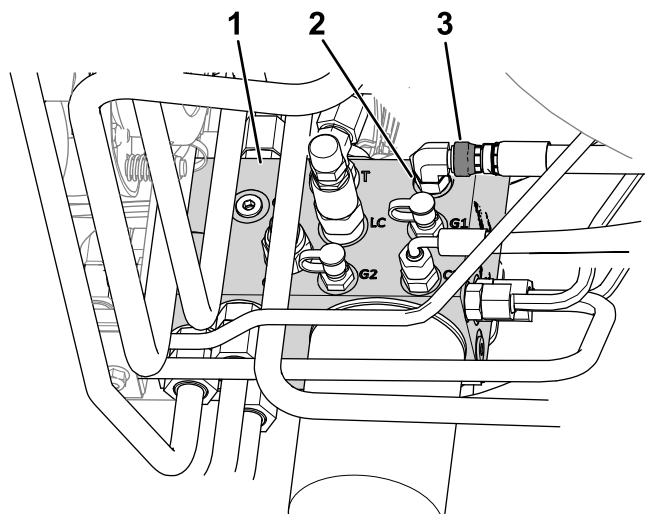

图 10
- B. 松开连接到液压歧管端口 C1 的软管旋转螺母 图 10。